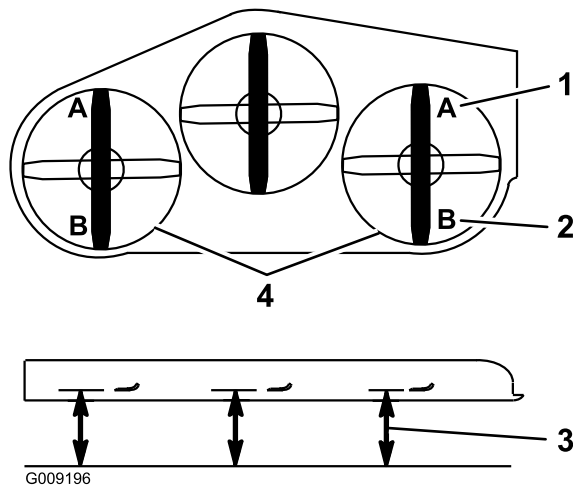

**Figure 85**
5. Enfoncez complètement la pédale de relevage du tablier de coupe pour verrouiller le tablier à la position de transport de 14 cm (5½ po) (Figure 85).